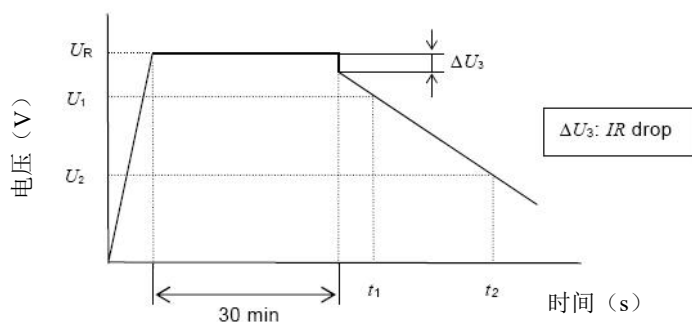

图2 电容器的端电压特性
- ⊙ 测量电容器两端电压从 $U_1$ 到 $U_2$ 的时间 $t_1$ 和 $t_2$ ，如图2所示，根据下列等式计算电容量值：